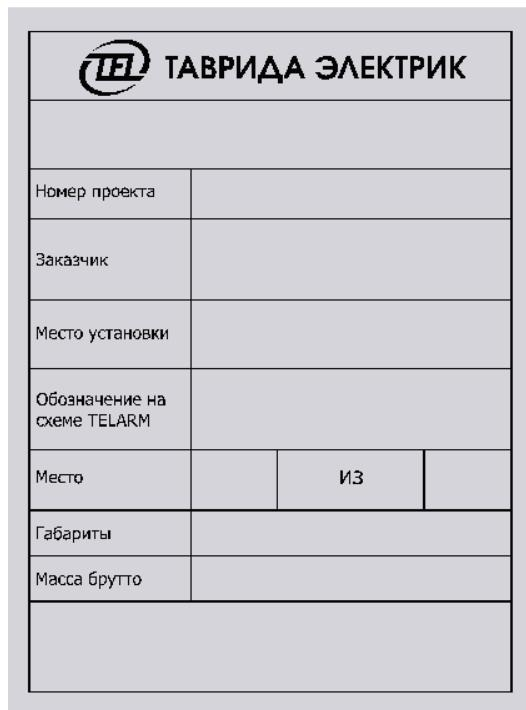

Рис.4.1. Этикетка
- Проверить по этикетке Рис.4.1 на упаковочных местах, что место установки совпадает с целевым. Проверить наличие всех упаковочных мест.